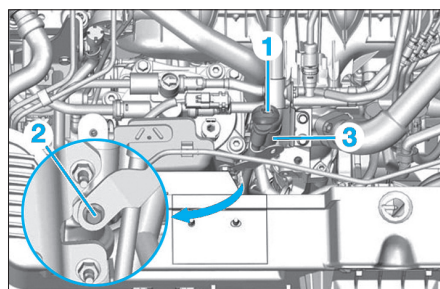

Fig. 10
- Déposer (Fig.10) :
- la jauge à huile (1),
- la vis (2).
- Dégrafer la bride du faisceau électrique (3).